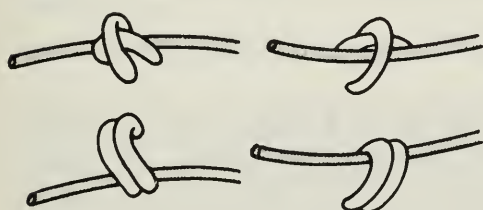

Fig. 39 Double cramponnage des fils aux points hauts et aux points bas.
5. Aux points très hauts et très bas où les fils exercent une traction considérable sur les crampons, un double cramponnage est avantageux (fig. 39).